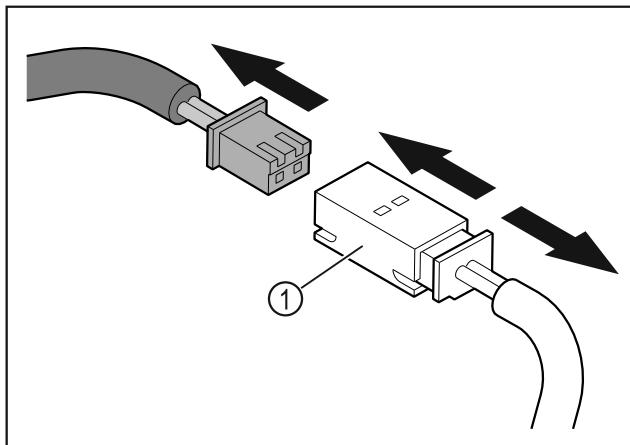

Fig. 13
- Atvienojiet spraudni un spraudņa savienojumu Fig. 13 (1).